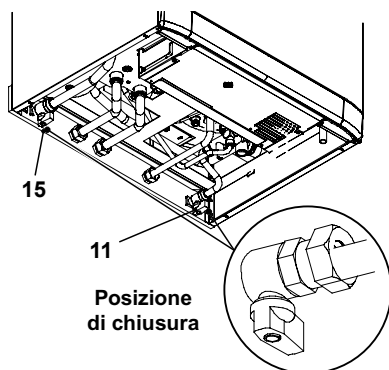

Figura 6.2
- Richiudere il rubinetto gas 15 in Figura 6.2.